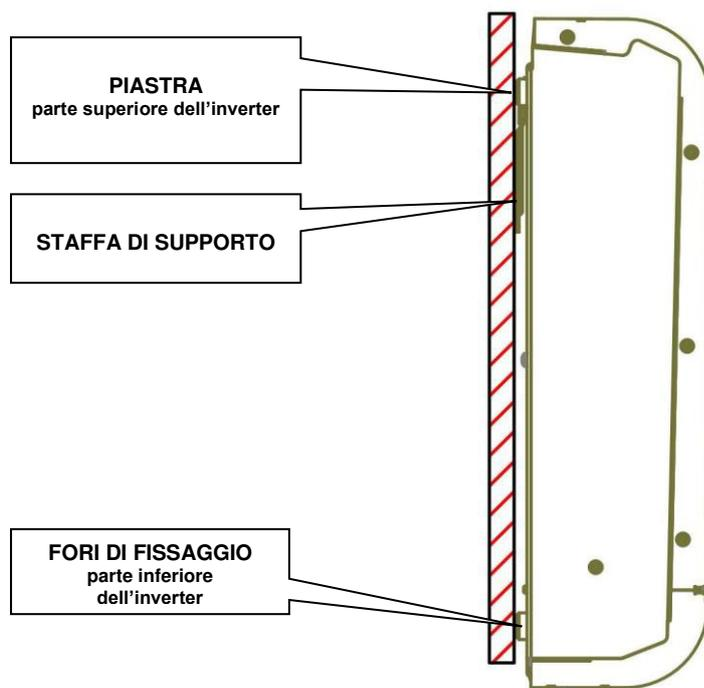

Fig.11 Montaggio a parete
2. Fissare a muro la staffa di supporto (fornita in dotazione) tramite i tasselli e le viti fornite in dotazione; successivamente agganciare l'inverter tramite la piastra posta nella parte superiore dell'apparecchio. Infine, fissare l'inverter alla parete utilizzando i fori predisposti nella parte inferiore dell'apparecchio. Il tutto come indicato in Fig. 11.